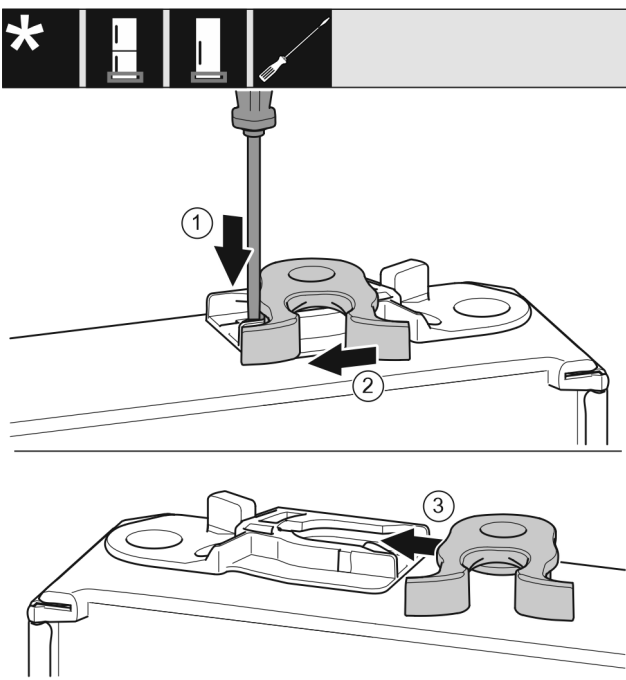

Fig. 16
- Spiediet ar skrūvgriezi mēlīti uz leju. Fig. 16 (1)
- Izvelciet aizvēršanas āķi no vadotnes. Fig. 16 (2)
- Iebīdīiet aizvēršanas āķi vadotnē otrajā pusē. Fig. 16 (3)